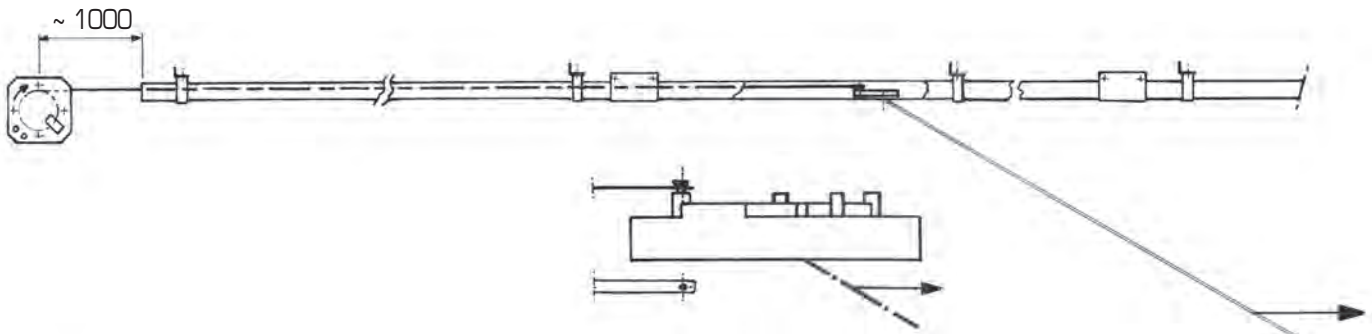

Fig. 2 - Pull away the reeled conductor. *Bild 2 - Strombänder ab Rollen gezogen.*
- Clamp the conductors according to fig. 2 ; slide the copper clamps. Fit the copper clamp with a nipper while locking the screws.
- *Aufhängung VA806 muss in Abständen von 2000 befestigt werden (oder 1666 nach Seite 6 - Bild 2).*
- *Kupferverbinder anschrauben nach Bild2. Ratschlag : Verbinder mit Zange festhalten.*
- For longer lines (up to 80 m) a special unreeler facilitates the pulling by shuttle and the keeping from the reel at insert side (fig. 2).
*Für längere Strecke (bis 80 m), ein spezieller Abwickler erleichtert das Ziehen (Bild 2).*